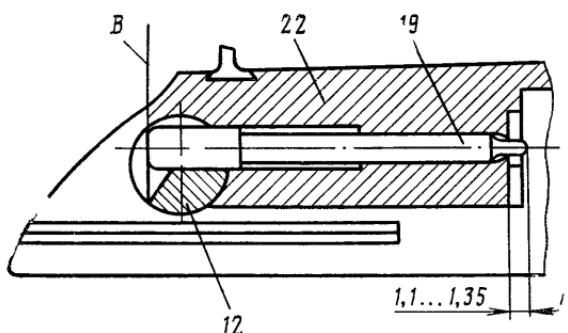

Рис. 42. Проверка выхода бойка ударника:
7.3. Совместить задний торец ударника с задней стенкой паза в затворе (плоскость В на рис. 42) и калиб-
ром К-3 проверить принудительный выход бойка (размер Г на рис. 42), который должен быть 1,1—1,35 мм.
Сместить ударник в крайнее переднее положение, при этом задний торец ударника должен утопать за плоскость В затвора (рис. 42).